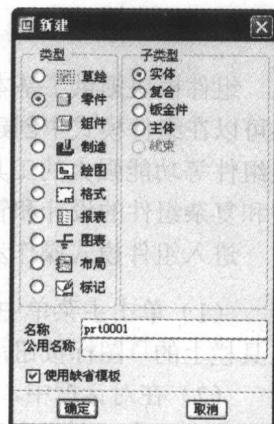

图 1-1 “新建”对话框
(1) 单击主菜单中的“文件”→“新建”命令，或单击“文件”工具栏上的图标按钮，打开“新建”对话框。
(2) 在对话框中，系统会自动选中“类型”区域中的“零件”单选按钮和“子类型”区域中的“实体”单选按钮，并生成默认文件名“prt0001”，如图1-1所示。
(3) 单击对话框底部的“确定”按钮，进入零件模式。